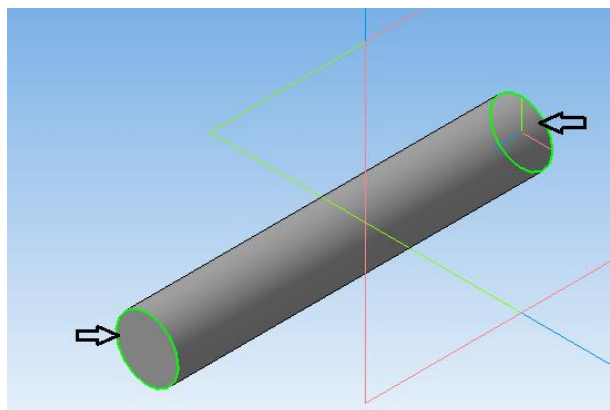

Рисунок 55.
4. Удерживая клавишу «*Ctrl*» выберите 2 кромки штифта (рисунок 55) .